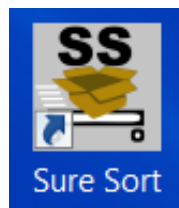

図 4-3: デスクトップ上の Sure Sort アイコン
1. ホストソフトウェアがまだ起動していない場合は、デスクトップ上の Sure Sort™ アイコン（図 4-3）をダブルクリックするか、**Start (スタート) > Programs (プログラム) > OPEX > Sure Sort™** をクリックして開きます。